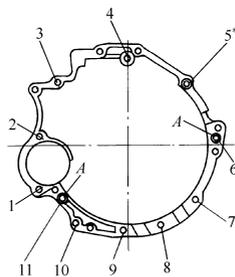

图 2-29 手动变速器车的发动机/变速器连接
4) 先插入螺栓 11 (图 2-29)。
发动机/变速器连接如图 2-29 所示, 螺栓、螺母拧紧力矩见表 2-2。
发动机/变速器连接如图 2-29 所示, 螺栓、螺母拧紧力矩见表 2-3。